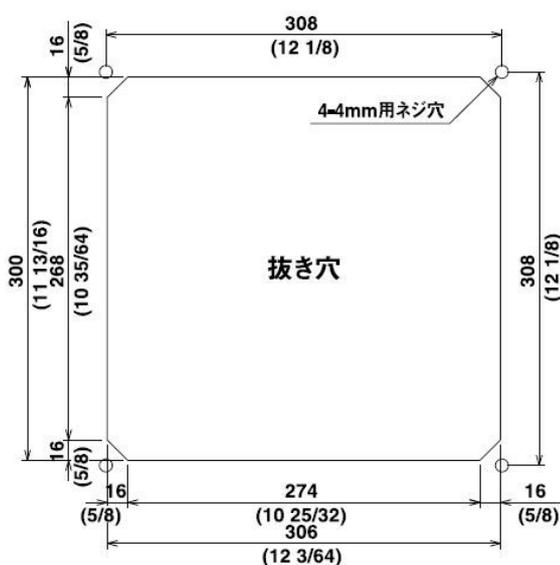

図 5.2.4 フラッシュマウント取り付け穴加工図
- (1) 設置場所に角穴をあけます。(図 5.2.4 参照)
- (2) 表示機本体を取付架台に固定しているノブボルトを反時計方向にまわして緩め、本体を上方に抜きます。取付架台とノブボルトは使用しません。
- (3) 表示機前枠の四隅にあるプラスチック製のコーナーキャップを外します。(上に引き抜くと簡単に外れます)
- (4) 本体と角穴が合うか、ハメ合わせを確認します。不具合ならば角穴を修正します。
- (5) 電源用と送受波器用のコネクタを、それぞれ本体に接続します。
- (6) 表示機を設置する場所(角穴)にはめ込み、4mm のタッピングネジ(または M4 なべ小ネジ) 4 本で固定します。(4mm ネジは取り付け部の厚さに応じたネジを手配してください。)
- (7) (3)項で外したコーナーキャップを取り付けます。